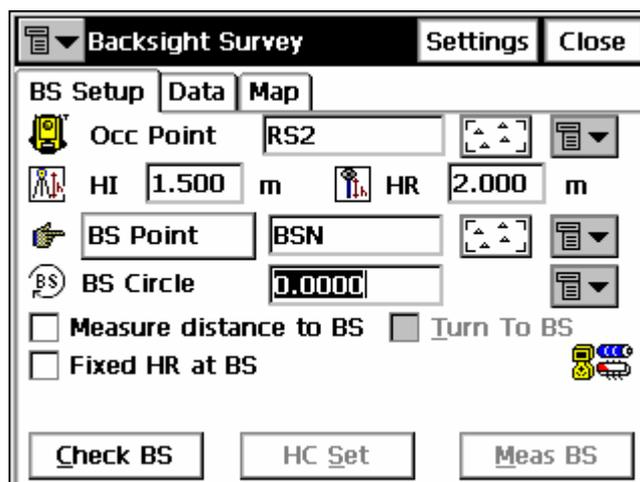

Рисунок 6-19. Наблюдение задней точки
2. В окне ***Backsight Setup (Установка ЗТ)*** задайте следующие параметры задней точки (рис. 6-19 на стр. 6-17):